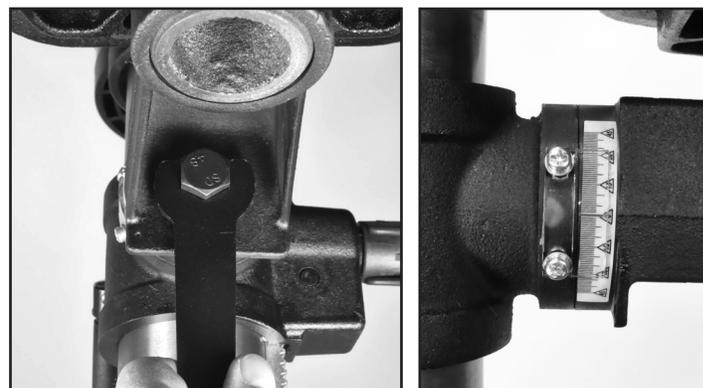

FIG. 15
5. *PARA TILT THE TABLE* en un ángulo, la mesa y el conjunto del brazo de soporte se mueven juntos. Afloje el perno hexagonal grande (#14) con la llave especial de 19 mm proporcionada. FIG. 15 y 16.
6. La mesa y el brazo de apoyo se pueden inclinar hacia la izquierda o la derecha. Se proporciona una escala de ángulo (#15A) en la fundición para indicar el grado de inclinación de la tabla. FIG. 15.